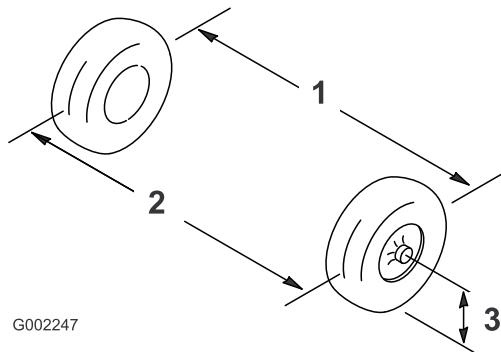

Figure 133
2. Mesurez la distance entre les roues avant à hauteur d'essieu, à l'avant et à l'arrière des roues (Figure 133).